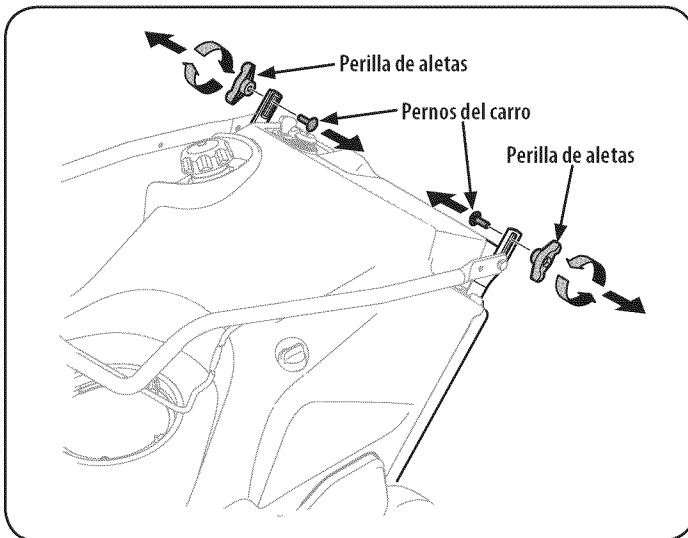

Figura 1
1. Extraiga las perillas de aletas y los pernos del carro de la parte de arriba de la manija inferior. Vea la Figura 1. No es necesario extraer el tornillo con reborde y la tuerca de seguridad con brida que están debajo de la perilla de aletas y el pemo de carro.